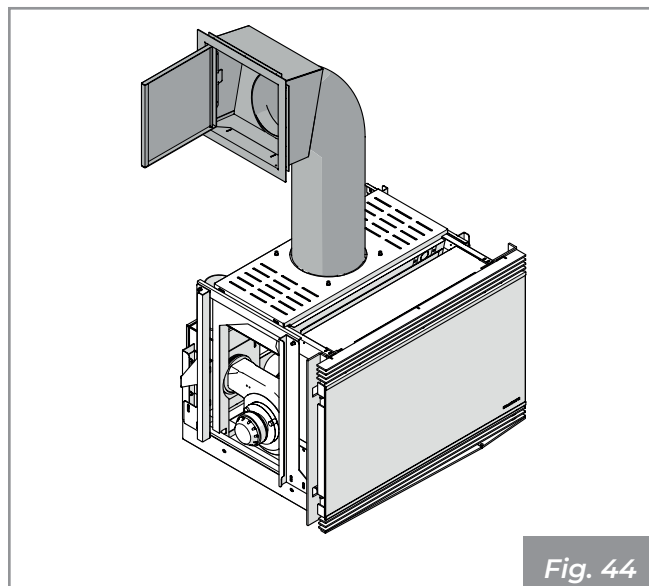

Fig. 44
- Sistema di caricamento con tubo metallico flessibile e sportello di caricamento (Fig. 44).